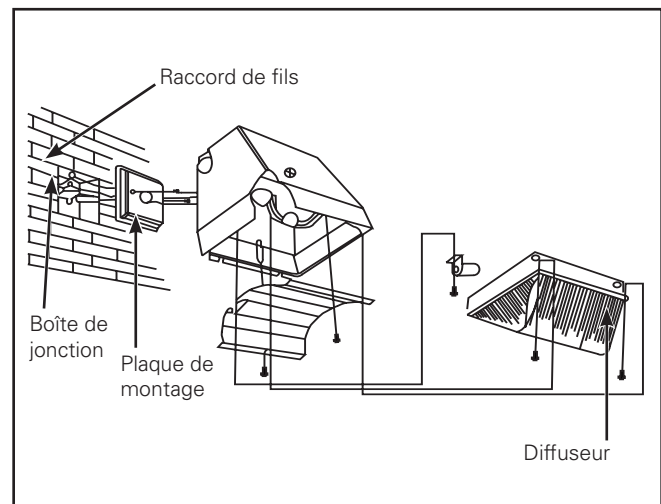

Figure 1.
1. Retirez la plaque de montage du luminaire et enlevez les bouchons. (Figure 1.)